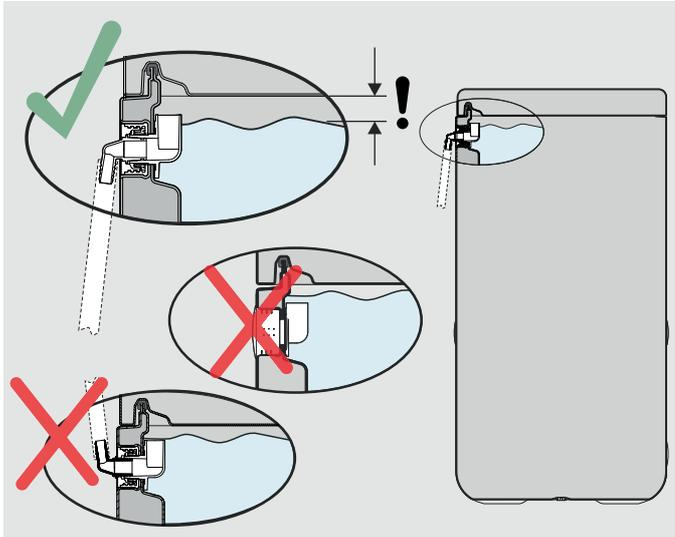

Fig. 4-6 Montaje del tubo de descarga en el desagüe de seguridad
- Conecte la manguera de descarga con la pieza de conexión para el desagüe de seguridad (véase fig. 4-6 y fig. 3-1, pos. 23).